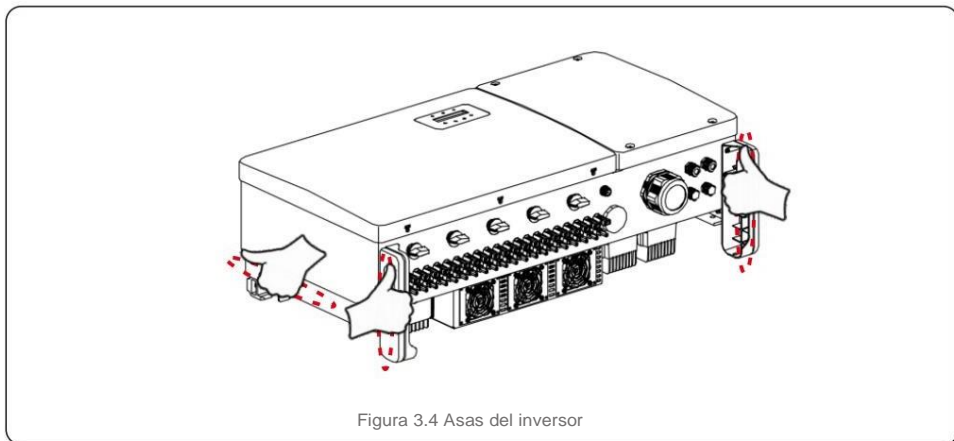

Figura 3.4 Asas del inversor
1. Se requieren dos personas para retirar el inversor de la caja de envío. usa las correas integrado en el disipador de calor para extraer la unidad del gabinete (consulte la Figura 3.4).